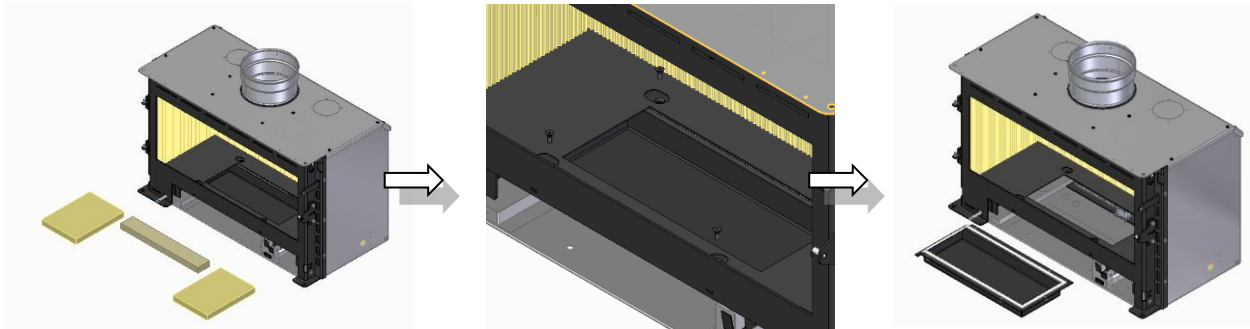

Figura 46 – Remoção das vermiculites do fundo e da gaveta
- c. Remover as vermiculites do fundo do interior da câmara de combustão e de seguida desapertar os parafusos do fundo que fixam a caixa, por sua vez a caixa depois de desapertada, sai por baixo do equipamento, ver Figura 46.